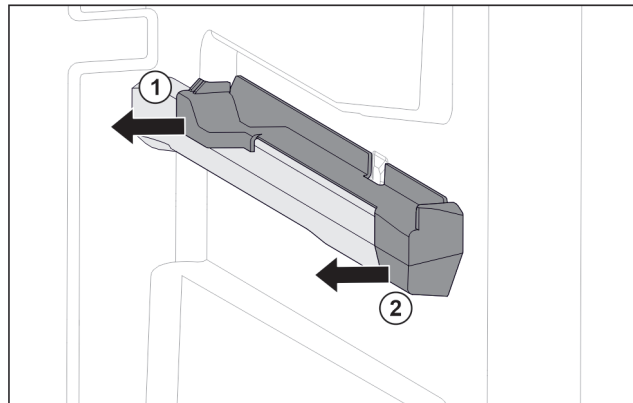

Fig. 24 Elemento inseribile sulla nervatura destra del contenitore
- Estrarre l'elemento inseribile dal lato posteriore di lato. Fig. 24 (1)
- Estrarre l'elemento inseribile dal lato anteriore di lato. Fig. 24 (2)